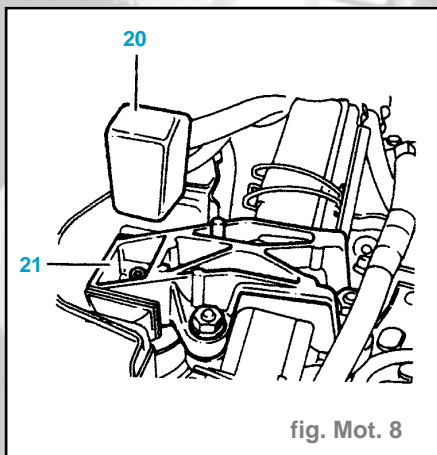

fig. Mot. 8
- Déposer la butée (20) (fig. Mot. 8).
- Déposer le support moteur droit (21) (fig. Mot. 8).
- Reposer le support moteur droit (21) (fig. Mot. 8).
- Reposer la butée (20) (fig. Mot. 8).